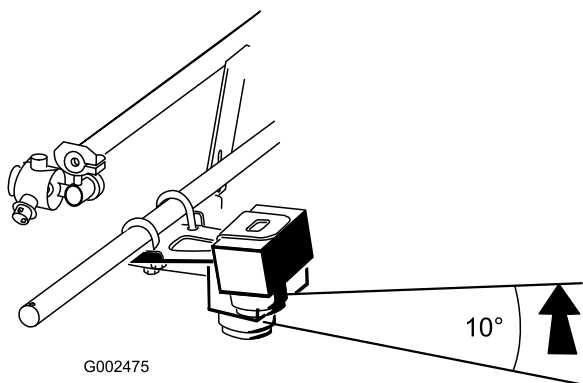

図 6
5. センサーが地表面に対して平行な状態から約 10 度上向きに傾くようにセンサーを回転させて位置を決め、Uボルトのロックナットを全部本締めしてセンサーと保護チューブを固定する（図 6）。